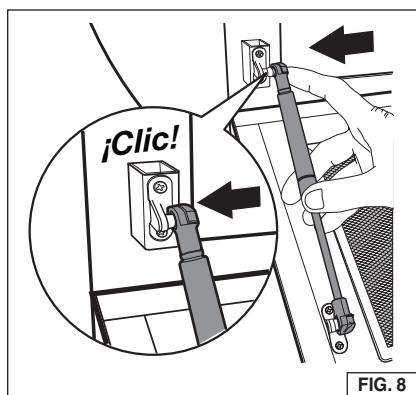

FIG. 8
3. Alinee el extremo del cilindro con el soporte de montaje y presiónelo para que se enganche. Fig. 8.